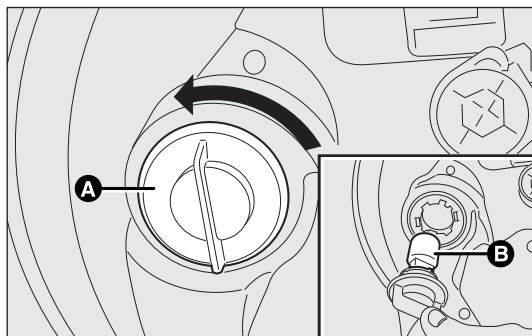

fig. 167
- ruotare in senso antiorario il portalamпада A-fig. 167 utilizzando l'aletta dedicata ed estrarlo;